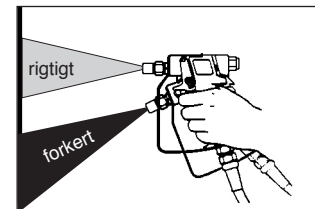

Fig. 27 Sprøjtevinkel
- ▶ Hold sprøjtepistolen i ret vinkel (90°) mod den flade der skal coates. Så snart sprøjtepistolen holdes i en anden vinkel, bliver coatingen ujævn og plettet (Fig. 27).